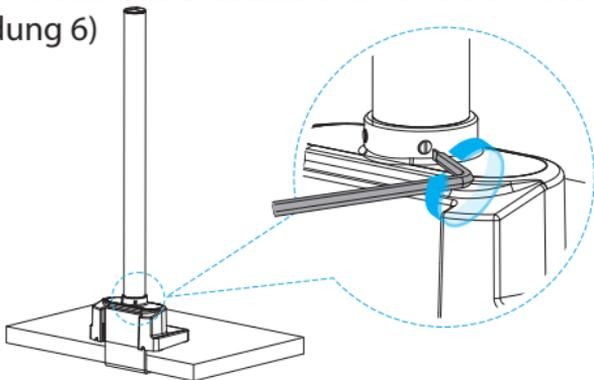

Abbildung 6
1. **Schrauben** Sie den **Pfosten** vollständig in die **Pfostenbasis** ein, indem Sie ihn im **Uhrzeigersinn** drehen. Verwenden Sie die **flache Seite** des **3mm Inbusschlüssels**, um die **Schrauben** an der **Pfostenbasis** festzuziehen und den **Pfosten** zu sichern. (Abbildung 6)